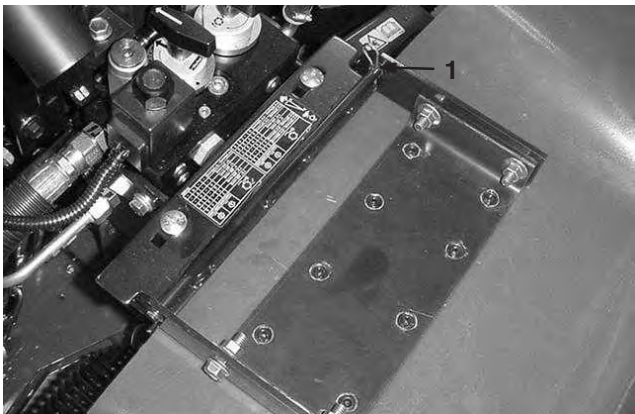

Figure 42
2. Retirez la goupille fendue qui fixe le pivot de capot aux supports (Fig. 42).